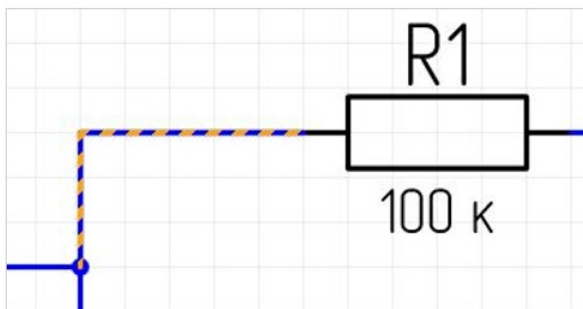

Рис. 73 Проводник на схеме
- Проводник – участок цепи между парой точек. Проводник обычно проложен между выводами УГО и/или точками соединений, см. Рис. 73;